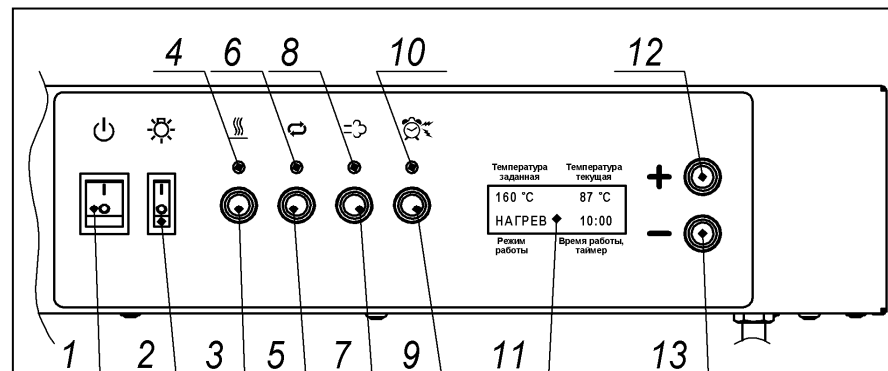

Рис. 4
5.2 Приборы управления и контроля расположены на панели управления печи (см. рис.4).
- Нажмите кнопку 3 (рис.4) загорится индикатор нагрева 4 (рис.4), как только нужная температура будет достигнута, однократно прозвучит звуковой сигнал, можно производить загрузку камеры.
- Нажмите кнопку 9 (рис.4) загорится индикатор таймера 10 (рис.4), начнется обратный отсчет заданного времени приготовления.
Впрыск порции воды в камеру печи производится однократным нажатием на кнопку 7 (рис.4) «пар».
Режим **ожидание** при нажатии кнопки «пар» рис.4 поз.7 программа переходит в режим программирования параметров:
При последующем нажатии кнопки «пар» рис.4 поз.7, происходит сохранение параметра и переход к следующему параметру.
При нажатии кнопки «нагрев» рис.4 поз.3 происходит выход из режима программирования параметров.
Режим ротации включается и выключается кнопкой 5 (рис. 4). Во избежание поломки привода вращения клетки, запрещается поворачивать клетку руками.
Для этого включить вращение, нажав кнопку 5 (рис.4), индикатор 6 (рис.4) загорится, через 2..3 секунды нажать повторно кнопку 5 (рис.4), индикатор 6 (рис.4) начнет мигать, ротационная клетка повернется до положения загрузки – выгрузки, остановиться и зафиксироваться.
5. Включить вращение кнопкой 5 (рис. 4).
1. Установить клетку в положение для загрузки – выгрузки противней. Для этого нажать кнопку 5 (рис.4), индикатор 6 (рис.4) начнет мигать, ротационная клетка повернется до положения загрузки – выгрузки, остановиться и зафиксироваться.
- По завершении цикла приготовления нажмите кнопку 3 (рис.4), индикатор 4 (рис.4) погаснет, нагрев ТЭНов отключится, вентилятор продолжит работать 1 мин.